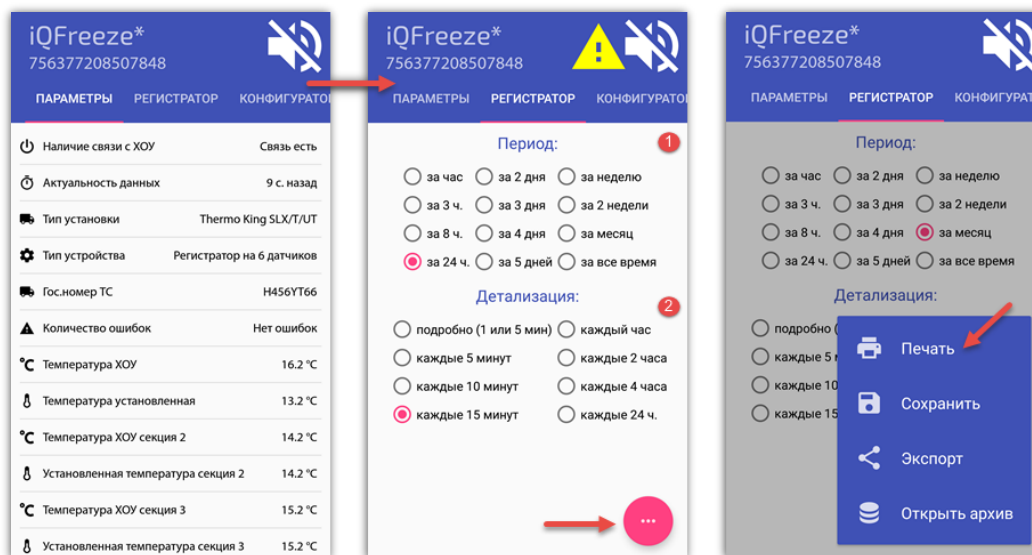

Рис.4
- Выберите требуемое устройство iQFreeze и перейдите на вкладку «Регистратор» (см. рис. 4)